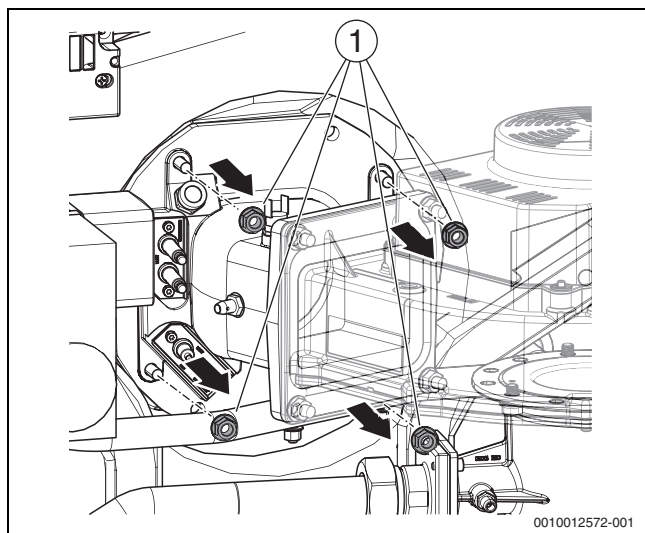
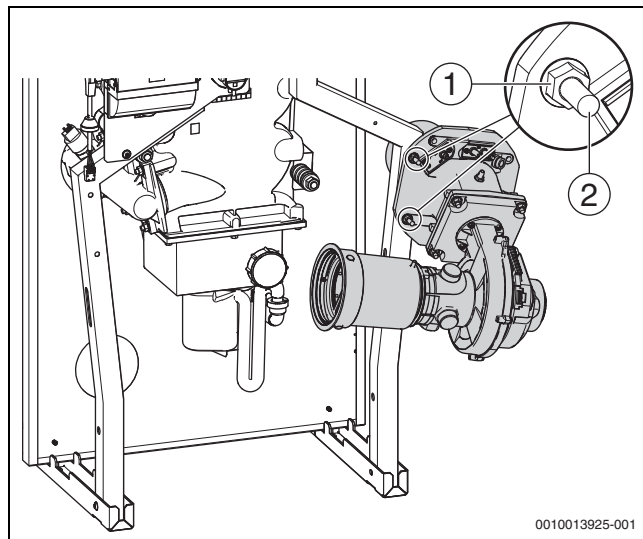

Рис. 43 Откручивание гаек на смесительном патрубке
Рис. 44 Горелка в положении для обслуживания (монтаж справа)
► Наденьте горелку фланцем на смонтированные на заводе винты (→ рис. 44, [2]) и закрепите двумя ранее снятыми гайками (→ рис. 43, [1]).